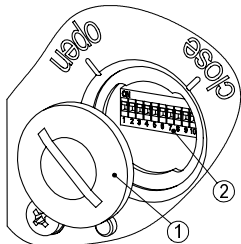

Abb. 8: Adresseinstellung
6.5.2 Zugang DIP-Schalter (Abb. 8)
- Verschlussschalter (1) gegen den Uhrzeigersinn, mittels Schraubendreher, bis zur Markierung "open" drehen.
- Schraubendreher am Umfang des Verschlussschalters (1) ansetzen und axial heraushebeln.
- Adresse am DIP-Schalter (2) einstellen.